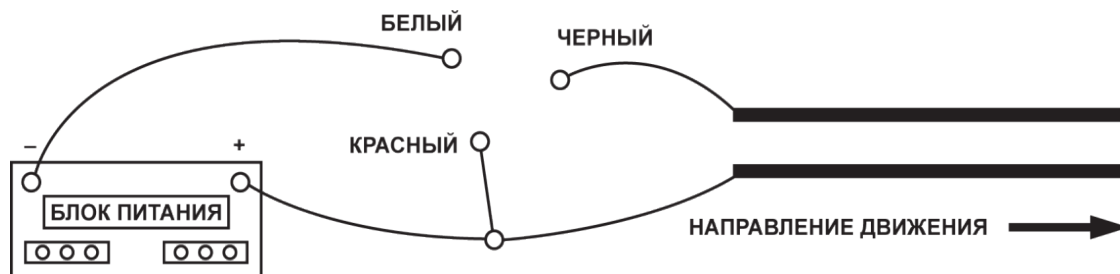

Рисунок 1
13.7. Подключение – сетевая розетка с заземляющими контактами (дублирующими тормоз) и продублирована отдельно для штекерного подключения 4 мм типа «банан» (Схема, цифровое и цветное обозначение клемм питания трассы и мест подключения контроллера показаны на рис.1).